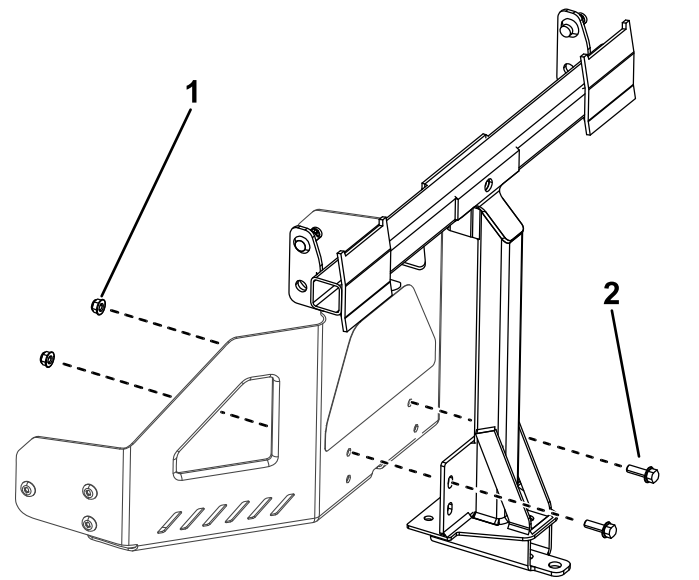

Figuur 5
1. Monteer de stabilisatiebeugel op het motorscherm; gebruik 2 slotbouten (5/16" x 3/4") en 2 borgmoeren (5/16") (Figuur 5).